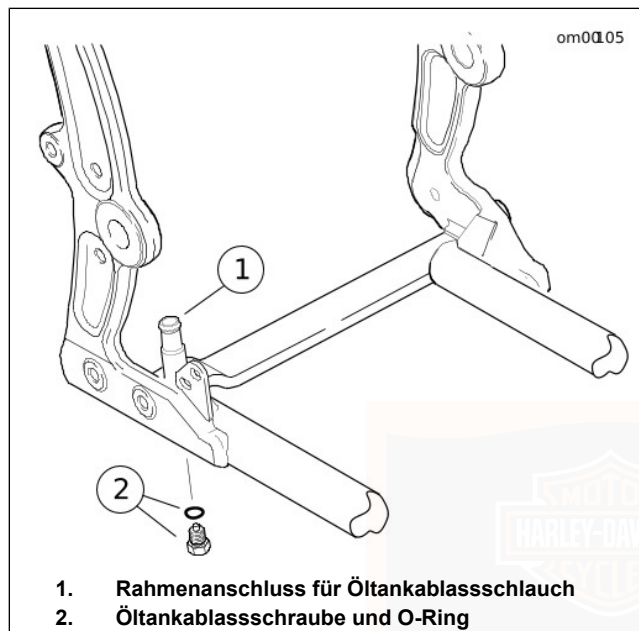

Abbildung 28. Öltankablassschraube: Softtail-Modelle
3. Siehe Abbildung 28. Die Motorölablassschraube mit O-Ring (2) entfernen. Das Motoröl ablassen.
6. Siehe Abbildung 28. Die Öltankablassschraube (2) anbringen.